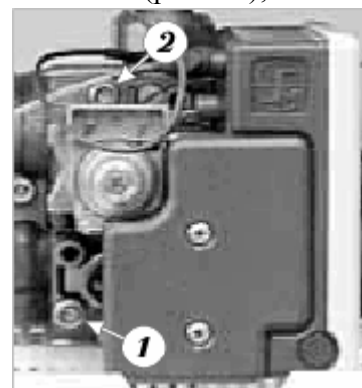

Рис. 16 – Газовий клапан
- Послабте гайку на вхідному вимірювальному місці (1) газового клапана (рис. 16);